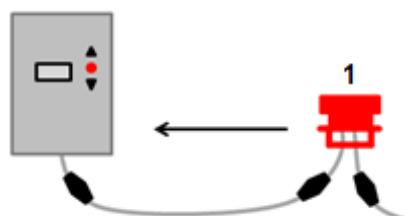

Figure: 4 Raccordement à la commande de portail
2. Raccorder le premier détecteur de mouvement (Figure: 4, Pos.1) à la commande de portail.